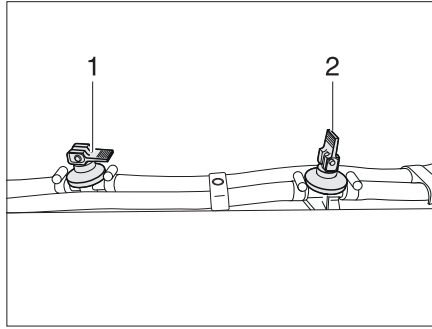

Fig. 357 Llave de desagüe
- Abrir todas las llaves de desagüe. Colocar para ello el balancín (Fig. 357,2) en posición vertical.